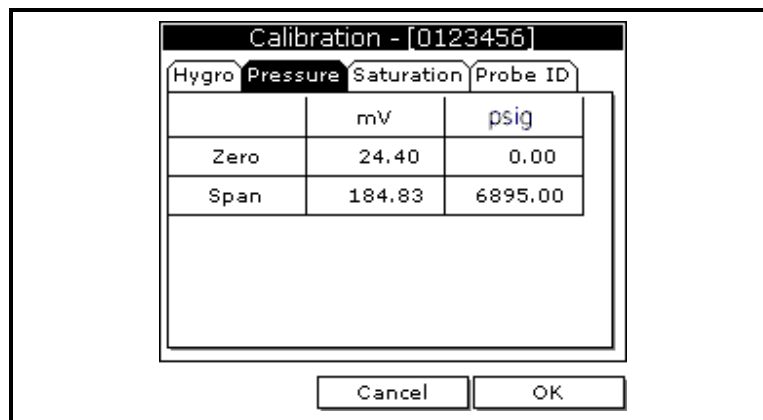

Figura 1-6: La ventana Pressure en Calibration
4. Use la tecla de flecha para desplazarse a **Pressure** y pulse [ENTER]. La pantalla se parece a la Figura 1-6 a continuación.